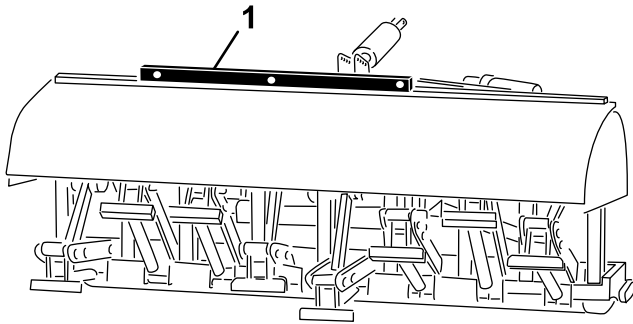

Bild 25
- Legen Sie eine Wasserwaage auf den Aerifiziererrahmen und prüfen Sie das seitliche Niveau (Bild 25).